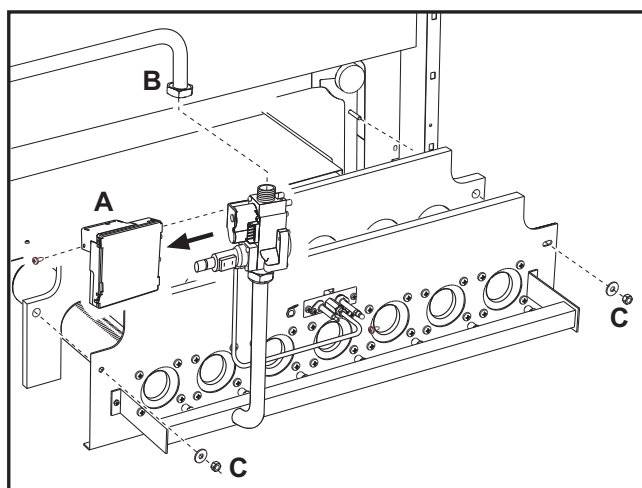

рис. 7 - Модели GASTER AW - N 67 AW, N 77 AW и N 87 AW
- Демонтируйте электронный контроллер пламени "А" с газового клапана (рис. 7).
- Отвинтите гайку "В" крепления трубы подвода газа на входе в газовый клапан (рис. 7). В моделях **N 97 AW** и **N 107 AW** развинтите две гайки (рис. 8).